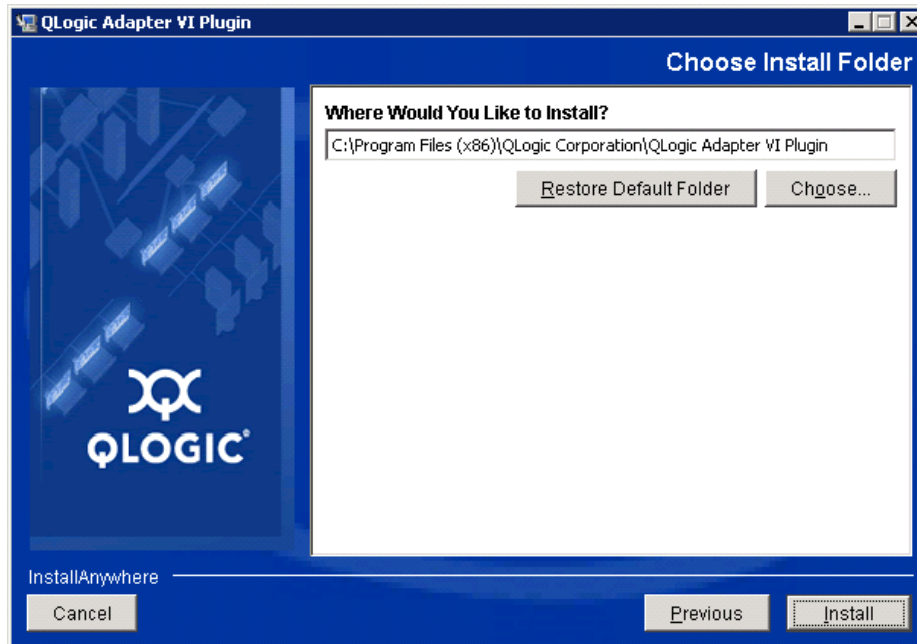

Abbildung 2-12. QLogic Adapter VI Plug-in Wizard: Choose Install Folder (Installationsordner wählen)
4. Wählen Sie das Installationsverzeichnis aus, und klicken Sie anschließend auf **Install** (Installieren) (siehe Abbildung 2-12).